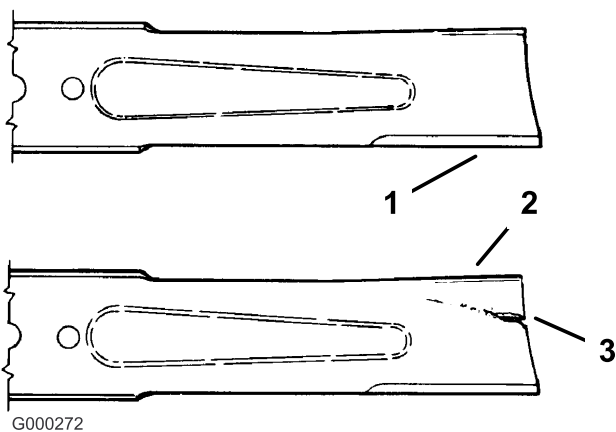

Figure 46
1. Examinez le tranchant des lames (Figure 46). Si les lames ne sont pas tranchantes ou si elles présentent des indentations, déposez-les et aiguisiez-les (voir Aiguisage des lames).
2. Inspectez les lames, surtout la partie incurvée (Figure 46). Remplacez immédiatement toute lame usée, endommagée ou qui présente une entaille (repère 3 de la Figure 46).